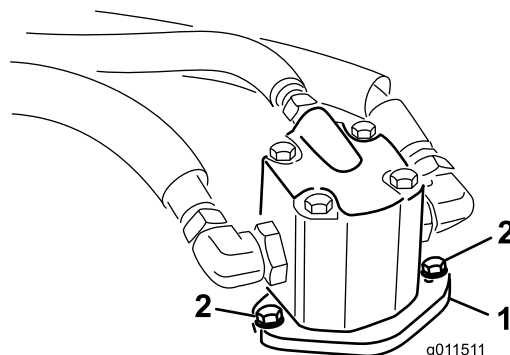

Рисунок 94
4. Выверните болты крепления гидроцилиндра к деке газонокосилки (Рисунок 94).